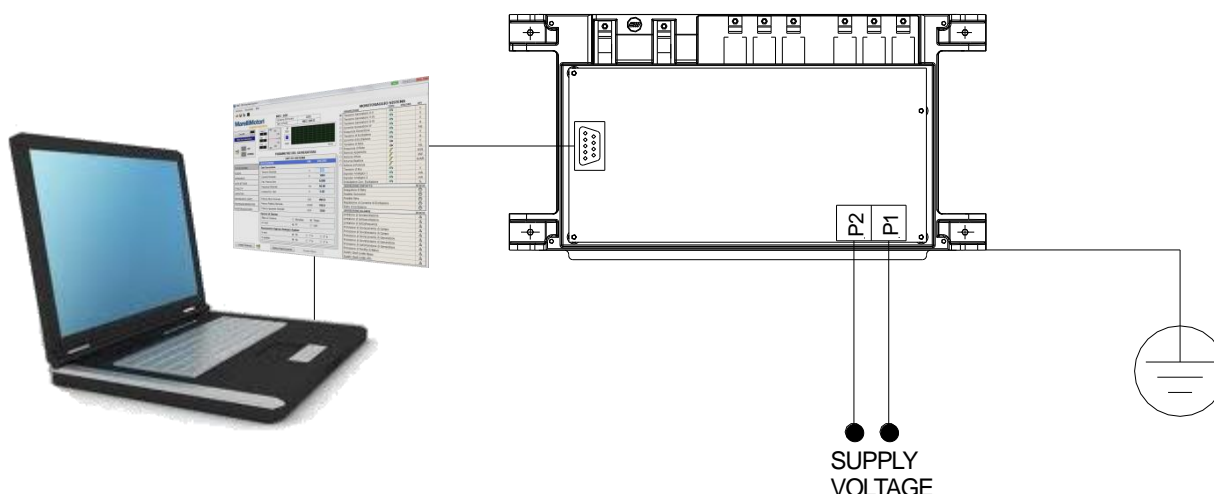

Fig. 5.2.a
En la Fig. 5.2.a se recoge el esquema de conexión a seguir para los ajustes preliminares del MEC-100. Las acciones a realizar son las siguientes (en orden):
**PARA LOS AJUSTES PRELIMINARES DEL MEC-100, DESCONECTE TODOS LOS CABLES CONECTADOS Y ALIMENTE LA TARJETA DESDE UNA FUENTE EXTERNA AL GENERADOR.** Las únicas conexiones deben ser las mostradas en la Fig. 5.2.a.